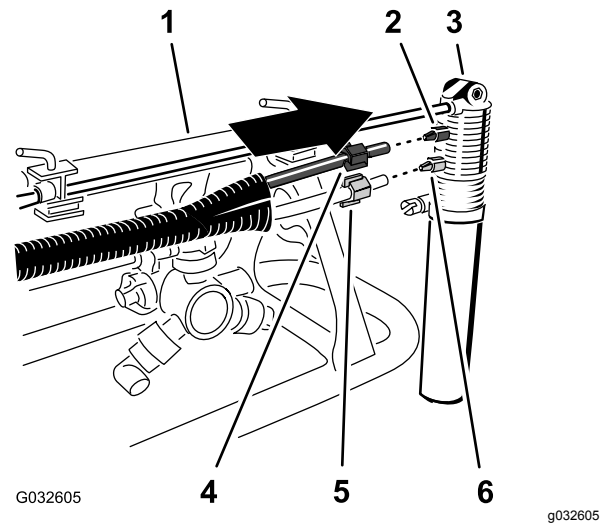

Figura 13
1. Coloque la tuerca de compresión azul sobre los extremos del tubo azul, y coloque la tuerca de compresión blanca sobre el tubo transparente (Figura 13).
2. Alinee el extremo del tubo transparente con tuerca de compresión blanca al acoplamiento blanco de la boquilla del marcador de espuma, y apriete la tuerca de compresión a mano (Figura 13).
3. Alinee el extremo del tubo azul con tuerca de compresión azul con el acoplamiento azul de la boquilla del marcador de espuma, y apriete la tuerca de compresión a mano (Figura 13).